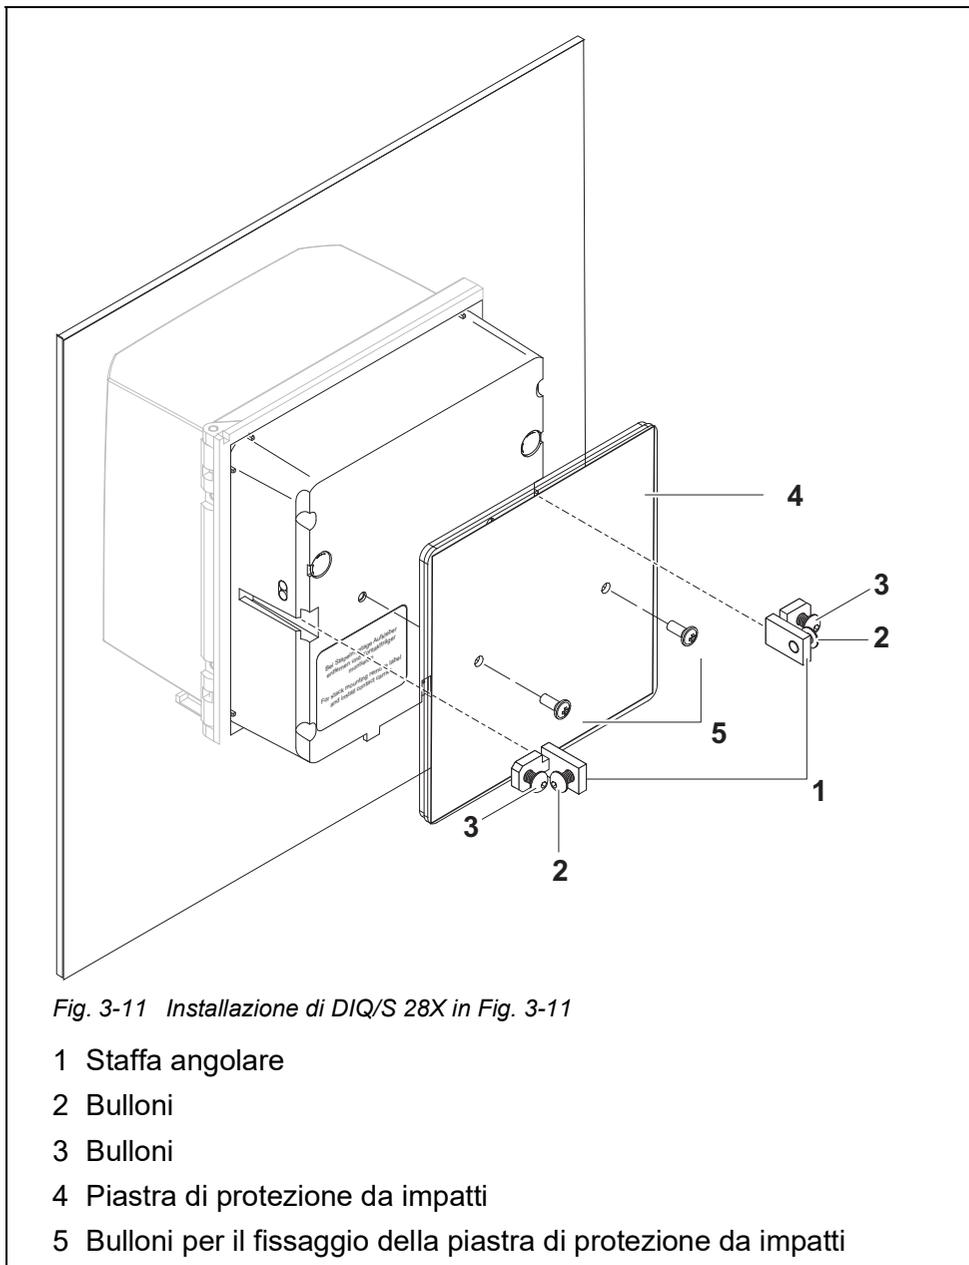

Fig. 3-11 Installazione di DIQ/S 28X in Fig. 3-11
- 2 Svitare i bulloni (pos. 2 e 3) delle due staffe angolari (pos. 1 in Fig. 3-11) senza rimuoverli completamente.
- 3 Spingere le due staffe angolari - come mostrato nella Fig. 3-11 - nelle guide laterali del Trasmettitore Universale fino al fermo.
- 4 Stringere i bulloni (pos. 2).
- 5 Avvitare i bulloni (pos. 3) fino a che siano in buon contatto con il pannello.